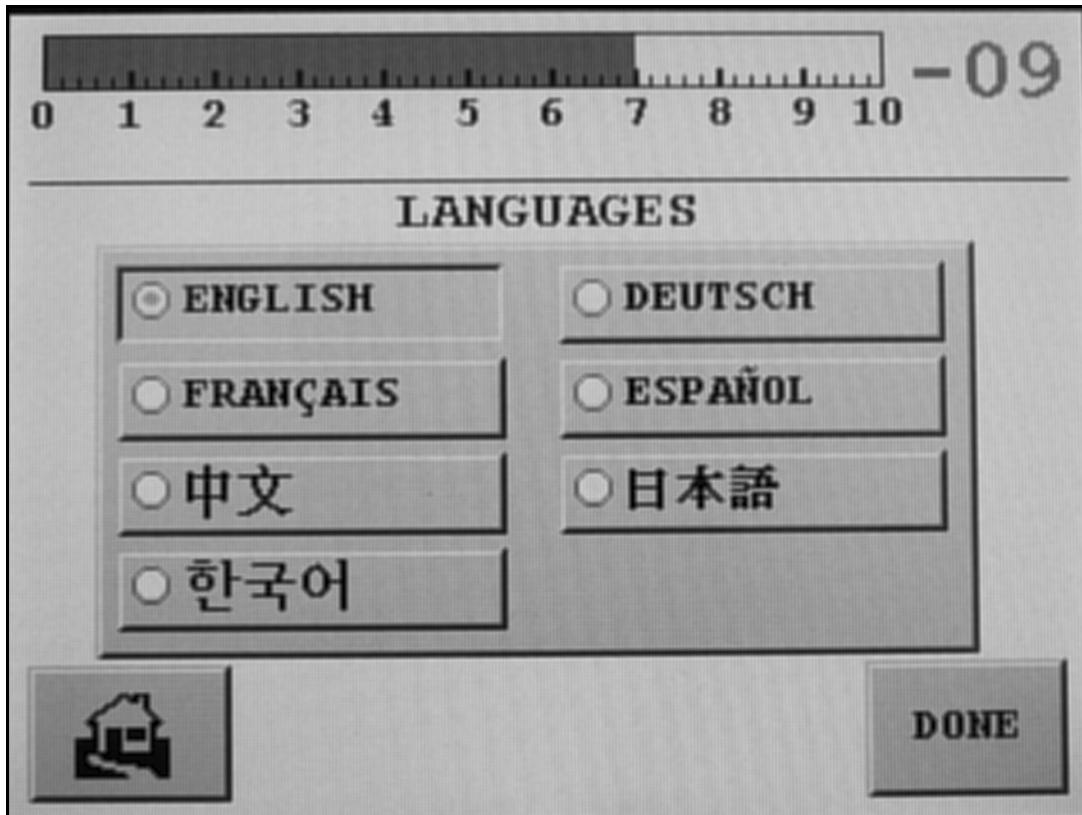

图 2-21 语言
- 轻触“Set-Up”屏幕上的 **Language Set-Up**, 出现“语言”屏幕（图 2-21）。